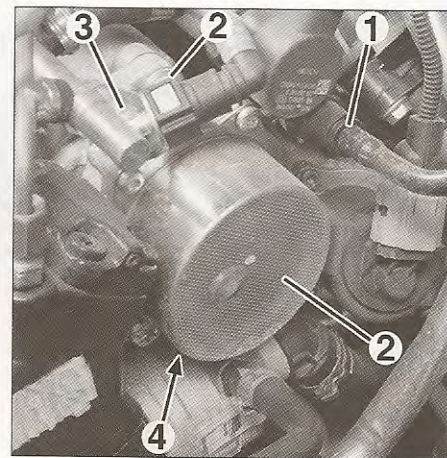

FIG. 15
- Desconectar la tubería (1) de depresión de la bomba de vacío (2) (fig. 15).
- Desmontar la pata del soporte de las tuberías (3).
- Desatornillar los tornillos de fijación (4) y desmontar la bomba.